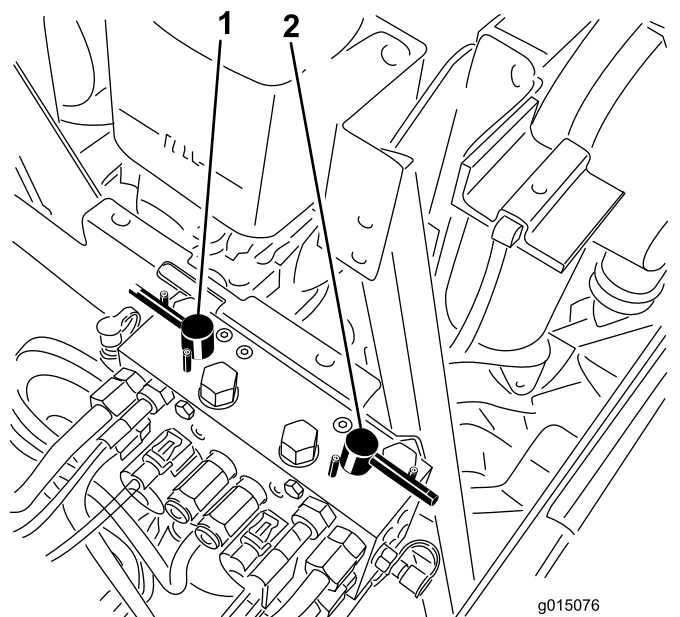

Рисунок 122
4. Выберите передний, задний или оба рычага обратного вращения, чтобы определить, заточку каких режущих блоков необходимо произвести (Рисунок 122).